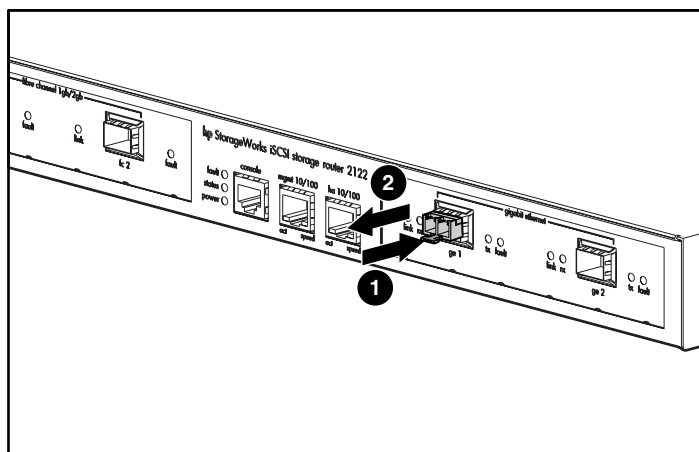

Figure 20 : Retrait d'un module SFP avec mécanisme de positionnement/bouton d'un port
1. Enfoncez doucement le mécanisme de positionnement/bouton ❶ à l'avant du module SFP jusqu'à entendre un déclic indiquant le déverrouillage du mécanisme, puis retirez le module du port (reportez-vous à la Figure 20).
2. Serrez le mécanisme de positionnement/bouton entre votre pouce et votre index et retirez avec précaution le module SFP ❷ du port (reportez-vous à la Figure 20).